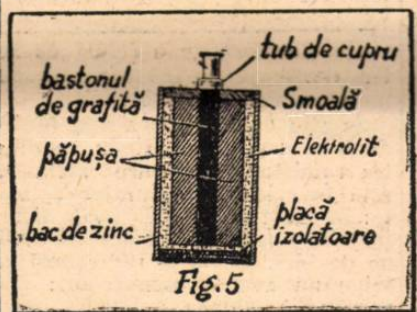

Fig. 5
pentru electrolit și bastonul de grafită. Prin urmare, cilindrul de zinc îndeplinește două funcțiuni: el este când electrod negativ, când vasul elementului. (fig. 5).
R.S. Fig. 5